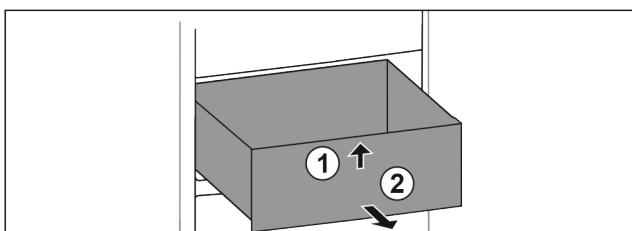

Fig. 84
- Nadzvedněte zásuvku vpředu. Fig. 84 (1)
- Vyjměte zásuvku dopředu. Fig. 84 (2)